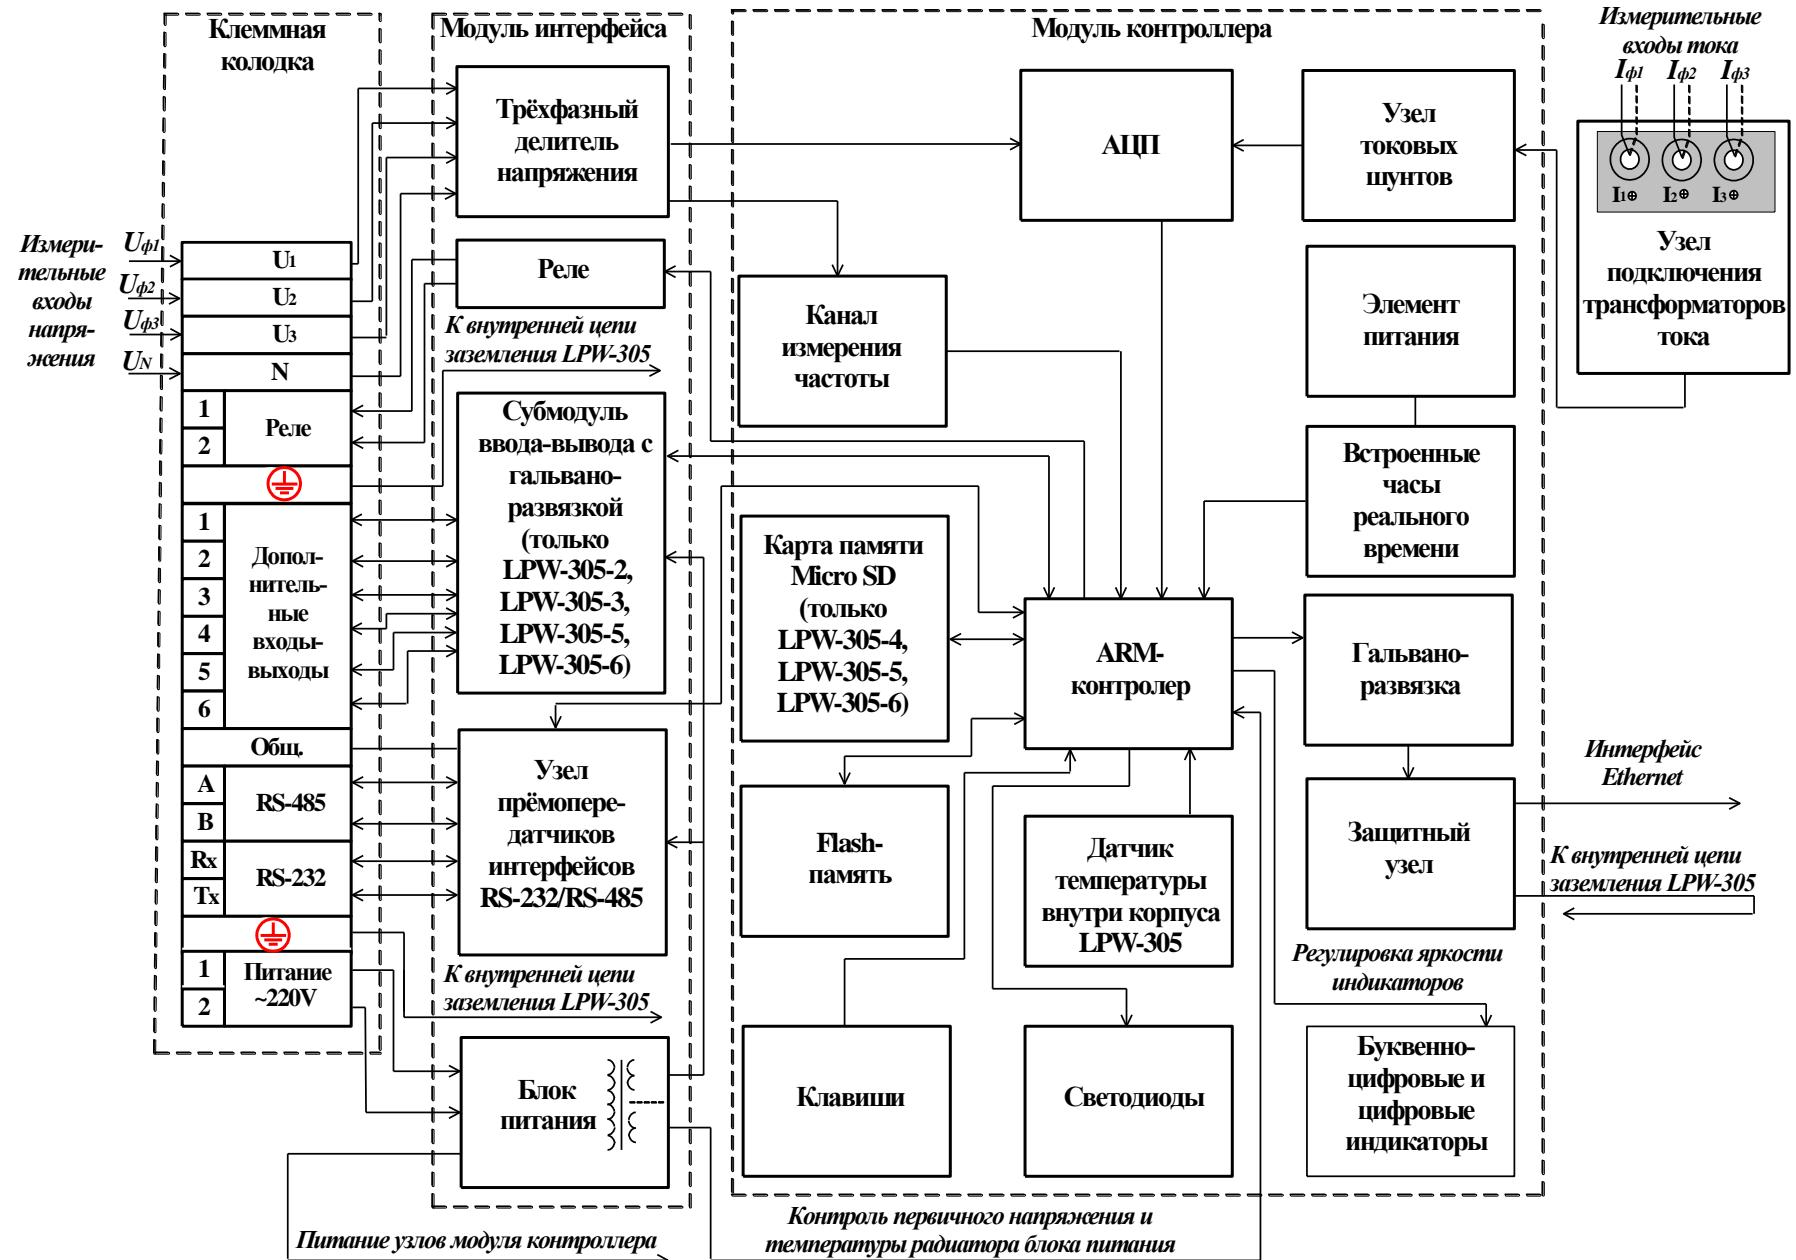

Рисунок 2 – Электрическая структурная схема LPW-305 с креплением на DIN-рейке
3.3.1.15 Датчик температуры внутри корпуса LPW-305 (см. рисунок 2) обеспечивает дополнительную оценочную информацию о температурных условиях эксплуатации LPW-305. Эта информация поступает в ARM-контроллер и может быть использована в телеметрии. Датчик не является официальным средством измерений температуры, типичное (справочное) значение его абсолютной погрешности составляет  $\pm 5^{\circ}\text{C}$ .